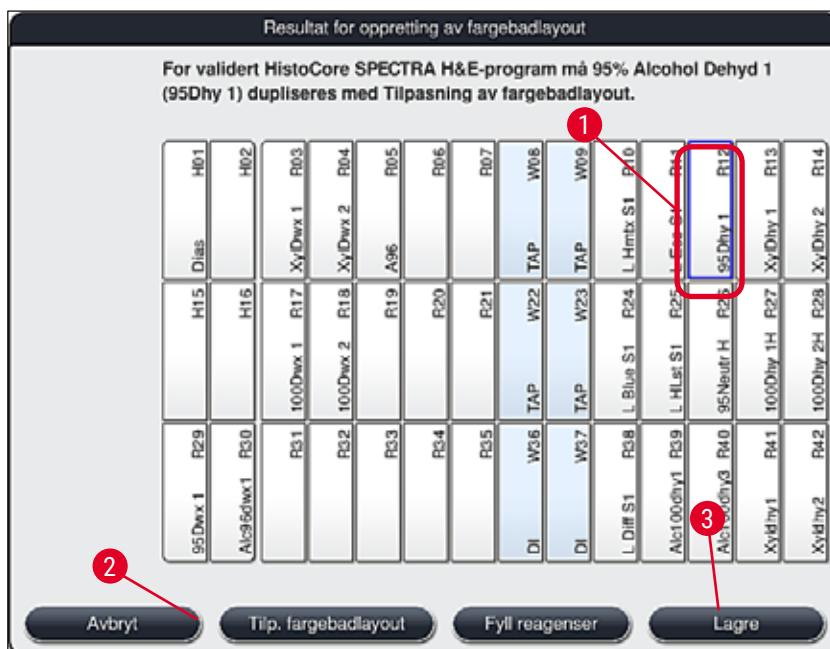

Fig. 52
- Etter at programvaren har beregnet fargebadlayouten ved hjelp av de prioriterte programmene, får brukeren en oversikt over resultatene på skjermen (→ "Fig. 52").
- Hvis ingen Leica-programmer er integrert i fargebadlayouten, avviker visningen (→ "Fig. 52") fra den som vises (ikke avbildet). I så fall kan reagensene fylles som beskrevet i (→ S. 80 – **Fylling av reagens**).